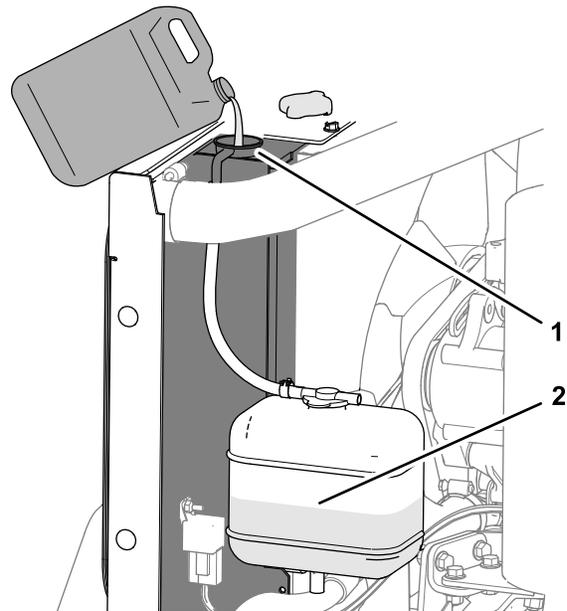

図 59
1. ラジエターのキャップを外し、所定の冷却液をゆっくりと、一杯になるまで入れる 図 59。
2. ラジエターのキャップを取り付ける 図 59。
3. 冷却液補助タンクのキャップを外して、所定の冷却液をタンクの半分まで入れる 図 59。
4. 冷却液補助タンクのキャップを取り付ける 図 59。